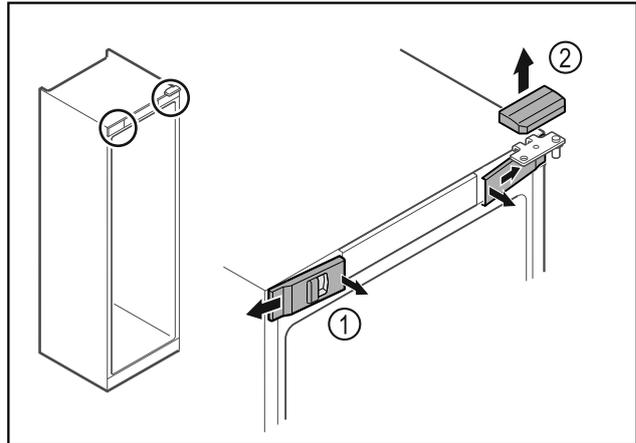

Fig. 18
- ▶ Očistite zvnútra predné kryty Fig. 18 (1) a odoberte ich do strany.
- ▶ Odoberte horný kryt Fig. 18 (2) nahor.